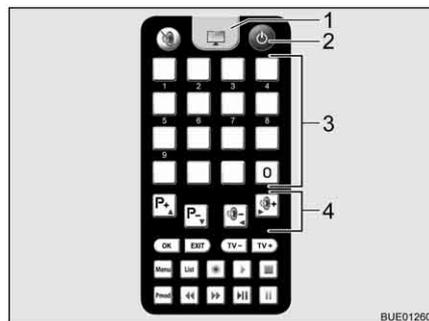

Fig. 22 Mando a distancia del televisor
- Pulsar la tecla "⏻" (Fig. 22,2) del mando a distancia para el televisor. La instalación conmuta al modo de búsqueda. Suena un pitido permanente.
- Para cambiar a la recepción de televisión, pulsar la tecla de televisión (Fig. 22,1) del mando a distancia para el televisor. El pitido cesa. Aparece una imagen en la pantalla.
- Seleccionar la emisora deseada con las teclas de memoria (Fig. 22,3) del mando a distancia para el televisor o con las teclas de función (Fig. 22,4).